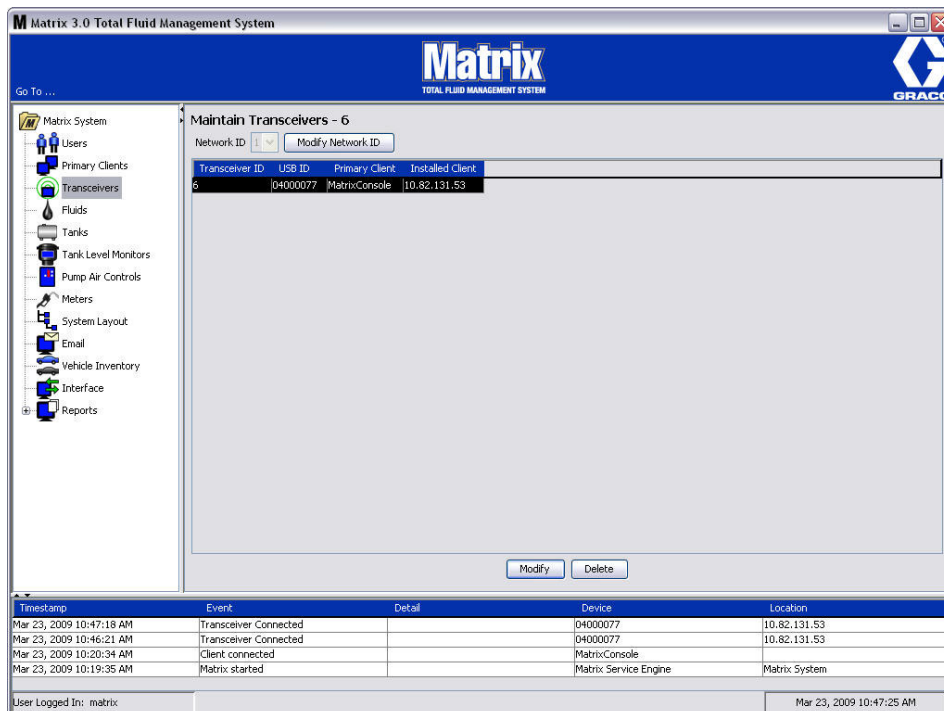
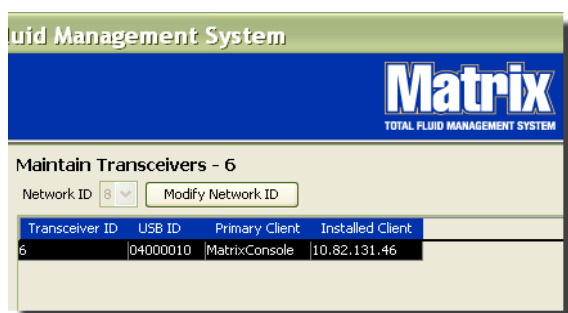

FIG. 83
FIG. 84
L'écran Émetteur-récepteur illustré à la FIG. 83 est utilisé pour :
2. Pour configurer l'identification du réseau, sélectionnez le bouton Modifier ID de Réseau (Modify Network ID) illustré à la FIG. 84.
4. Le numéro d'identification du réseau sélectionné s'affiche maintenant au haut de l'écran de l'émetteur-récepteur dans le champ d'identification de réseau comme indiqué aux FIG. 83 et FIG. 84.